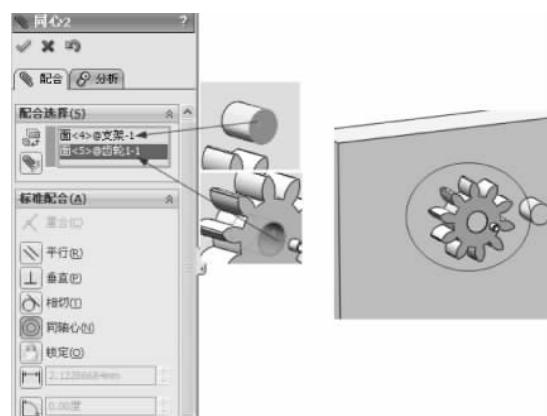

图 3-80 同轴心配合
(3) 在【标准配合】选项组下选择【同轴心】配合类型 ,单击【配合选择】选项组下的选择框,然后在图形区域中选择支架左侧轴和齿轮轴孔,如图 3-80 所示,单击【确定】按钮 ,完成同轴心的配合。